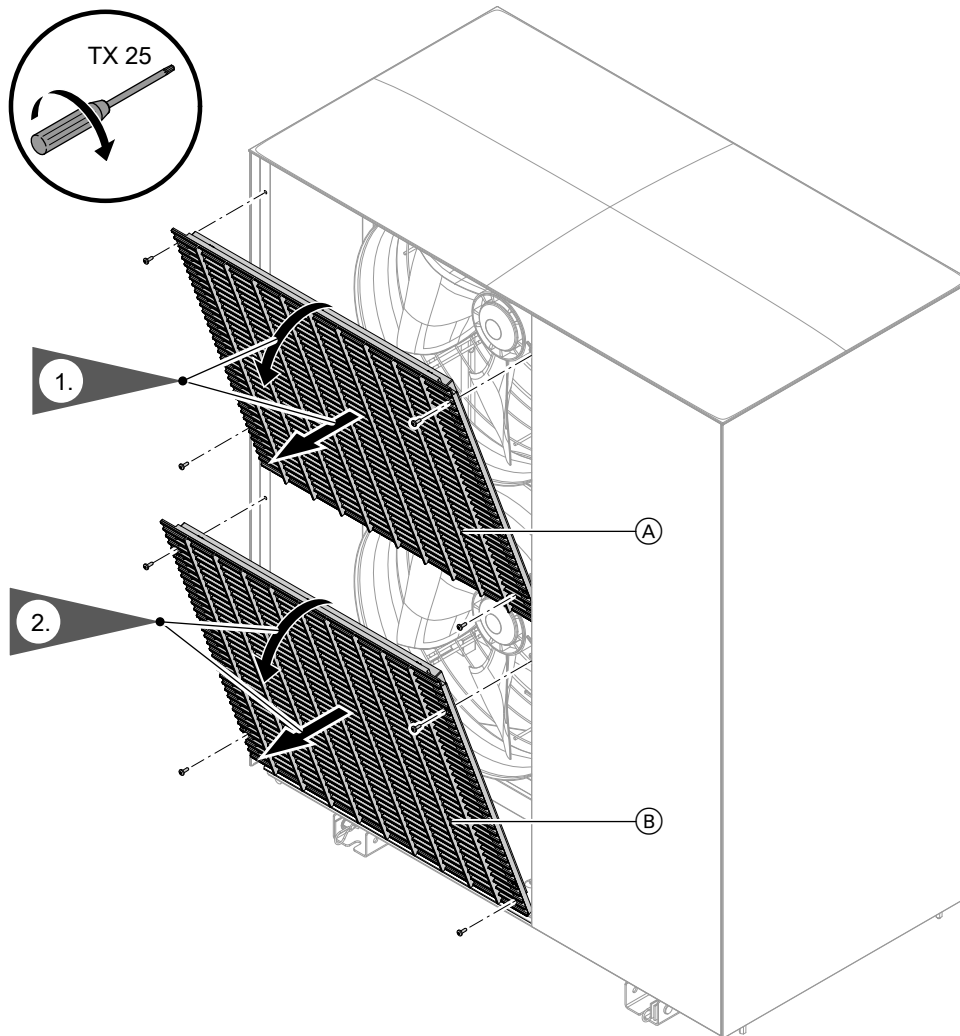

Fig. 95
2. Démonter la grille de protection du ventilateur : voir fig. 95.
4. Démonter la grille de protection du ventilateur et le couvercle : voir fig. 95 et 94.
2. Démonter la grille de protection des ventilateurs : voir fig. 95.